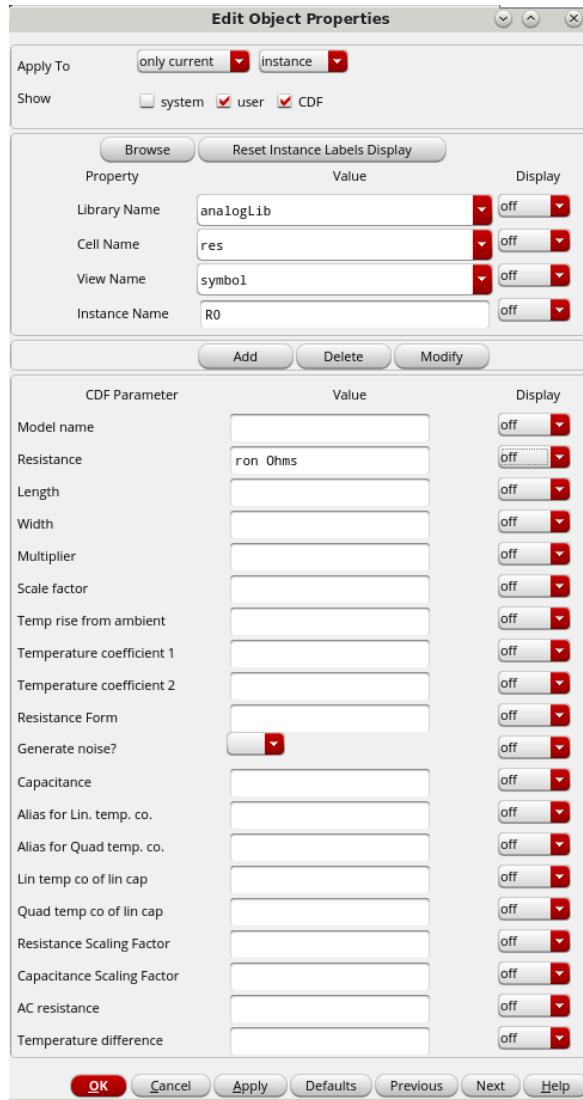

图 17 编辑理想电阻属性
14. 在弹出的如图 17 所示的对话框中，在 Value 属性栏输入 ron 。点击 OK 按钮。